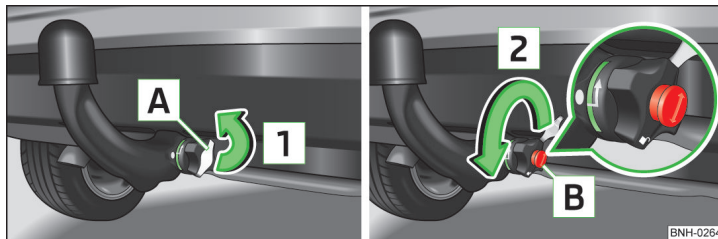

Fig. 106 Îndepărtarea capacului încuietorii / deblocarea încuietorii
- Scoateți capacul **A** de pe încuietoria rotii, în sensul săgeții **1** » fig. 106.